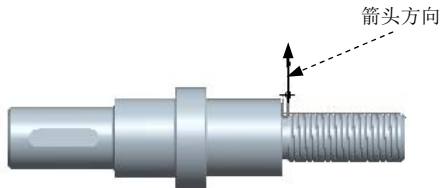
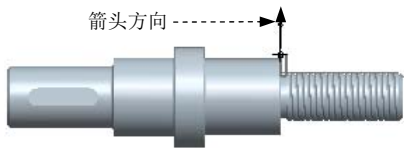

图 10.3.26 起点的延伸方向
图 10.3.27 终点的延伸方向
Step8. 定义延伸方向。在“区域车削切削”对话框中的开始延伸下拉列表中选择 X 正向选项, 此时延伸方向如图 10.3.26 所示; 在结束延伸下拉列表中选择 X 正向选项, 此时延伸方向如图 10.3.27 所示。